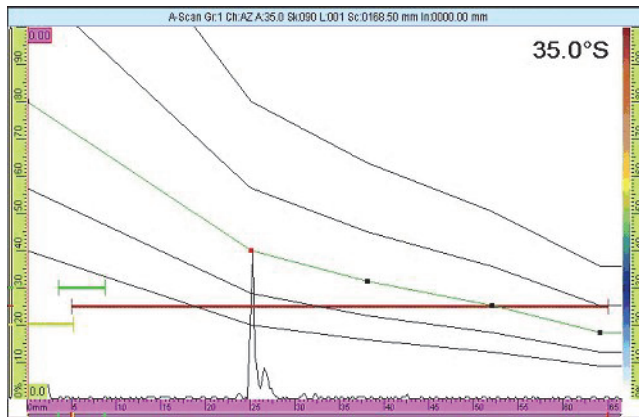

図 6-7 次の信号の DAC カーブ
- b) 振幅パラメータの値を設定し、DAC カーブを反射源の信号の最大振幅に移動させます (183 ページの図 6-7 参照)。